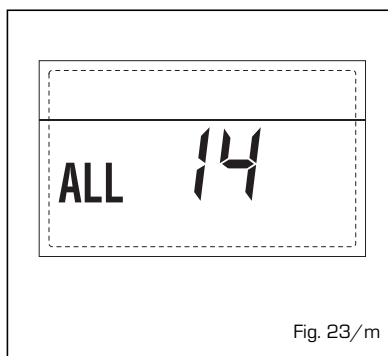

Fig. 23/m
- "ALL 15" FAN ERROR (fig. 23/n)